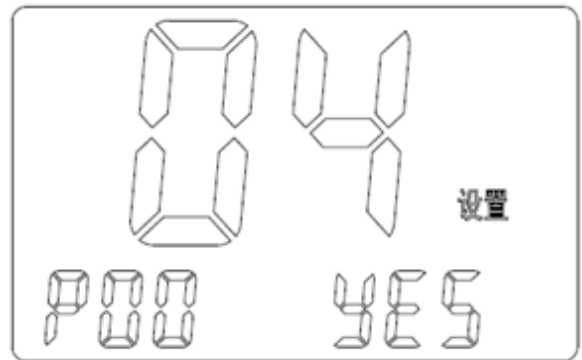

图 5
1. 力矩控制器的调整（参见图 5）出厂时已按用户的要求调整好转矩，一般不需要再调整。如需改变整定值，可旋转凸轮的调整轴至相应刻度，先调关向，后调开向。
进入菜单后的第一个内部控制参数，显示界面如图 5：屏幕上半部分闪烁“04”；左下角显示内部控制参数标号，“P00”；右下角显示“NO”。